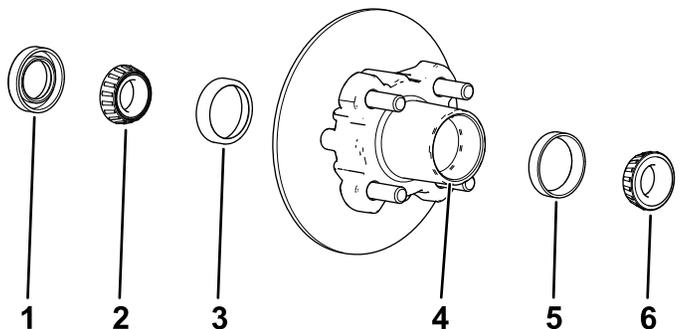

Figura 34
1. Retire o rolamento exterior e a correia do rolamento do cubo (Figura 34).
2. Retire o rolamento interior do cubo (Figura 34).
5. Limpe a cavidade do cubo de lubrificante, sujeira e detritos (Figura 34).
7. Encha a cavidade do cubo 50 a 80% com o lubrificante especificado (Figura 34).
8. Monte o rolamento interior na correia no lado interior do cubo e coloque o vedante (Figura 34).